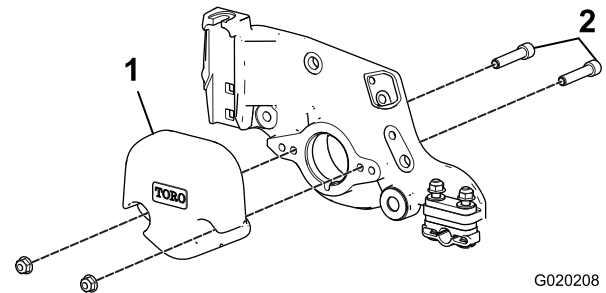

Bild 5
7. Entfernen Sie die zwei Muttern und Schrauben, mit denen das Gegengewicht an der Seitenplatte befestigt ist. Entfernen Sie das Gegengewicht und die Schrauben von der Seitenplatte (Bild 5).